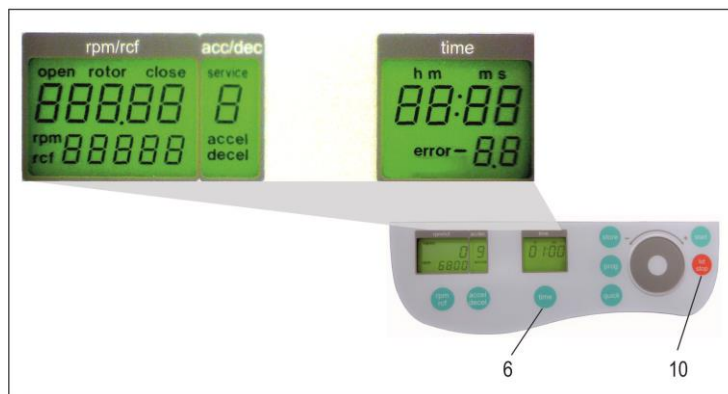

Abbildung 1
Dazu öffnen Sie den Zentrifugendeckel und schalten den Hauptschalter aus. Schalten Sie dann den Hauptschalter wieder ein. Für ca. 3 Sekunden erscheint im Display der Schriftzug „Z 207 H“. Drücken Sie innerhalb dieser Zeit gleichzeitig die Tasten „time“ (6) und „lid/stop“ (10). Daraufhin wird für ca. 3 Sekunden ein Displaytest durchgeführt, bei dem alle möglichen Anzeigen gleichzeitig erscheinen, (siehe Abbildung 1).